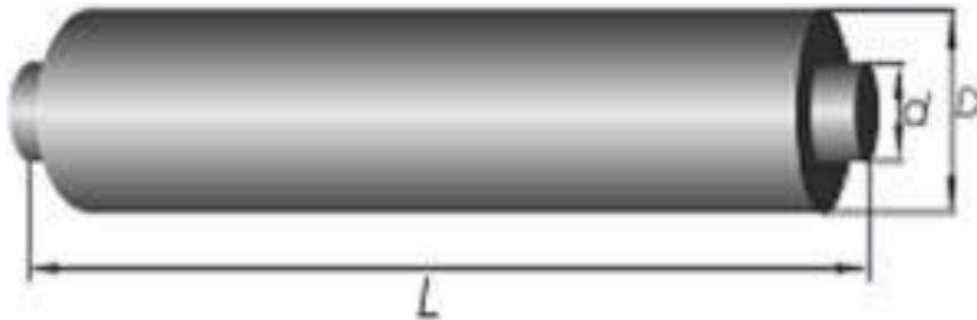

Рис. 1. Цилиндр с уступами
1. По указанным данным сделайте модель цилиндра с уступами, используя любую систему CAD/CAM, например: Auto Cad, Компас 3D, SolidWorks и т. п. (Рис.1).